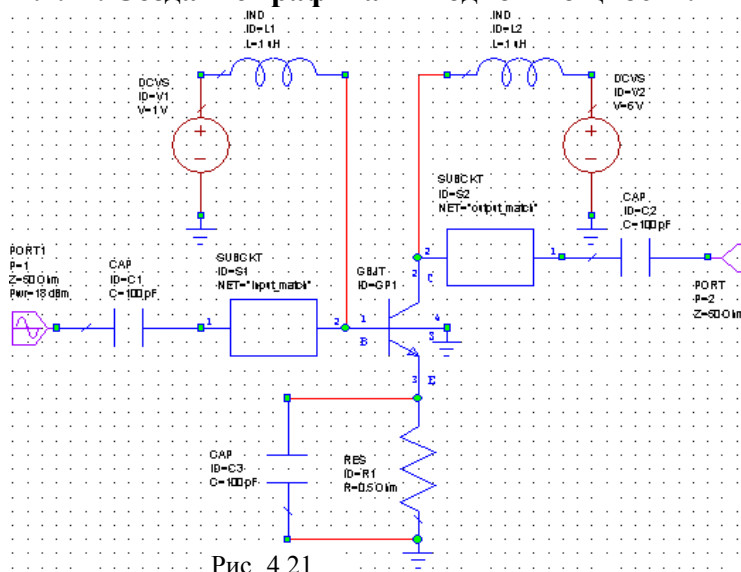

Рис. 4.21
put match, как показано на рис. 4.21.
12. Дважды щёлкните левой кнопкой мышки по значению параметра **Pwr=23 dBm** элемента **PORT1**. Откроется окно редактирования значения. Наберите **18**, чтобы изменить значение **23** на **18 dBm**. Полученная схема показана на рис. 4.21.